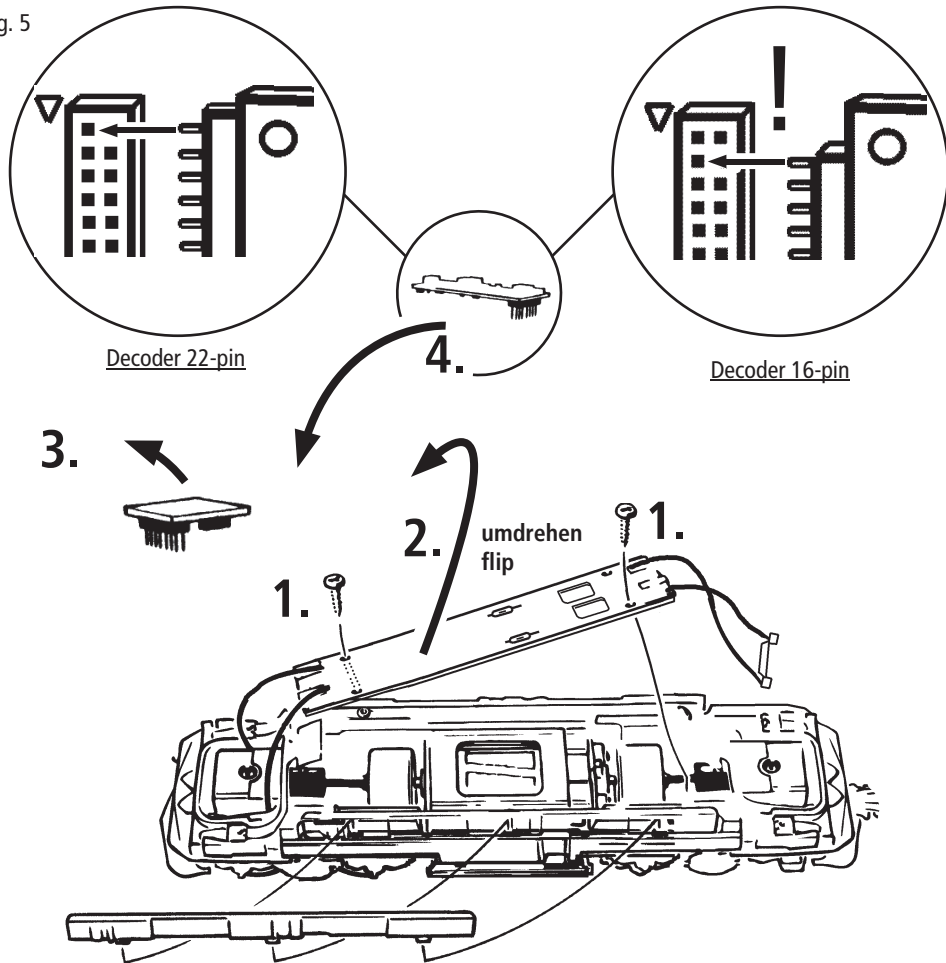
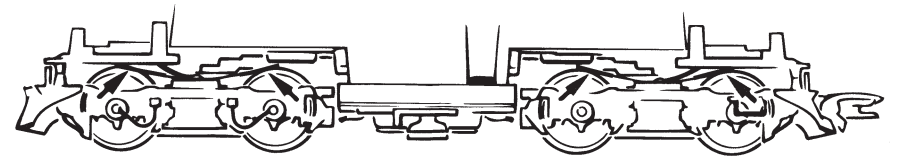
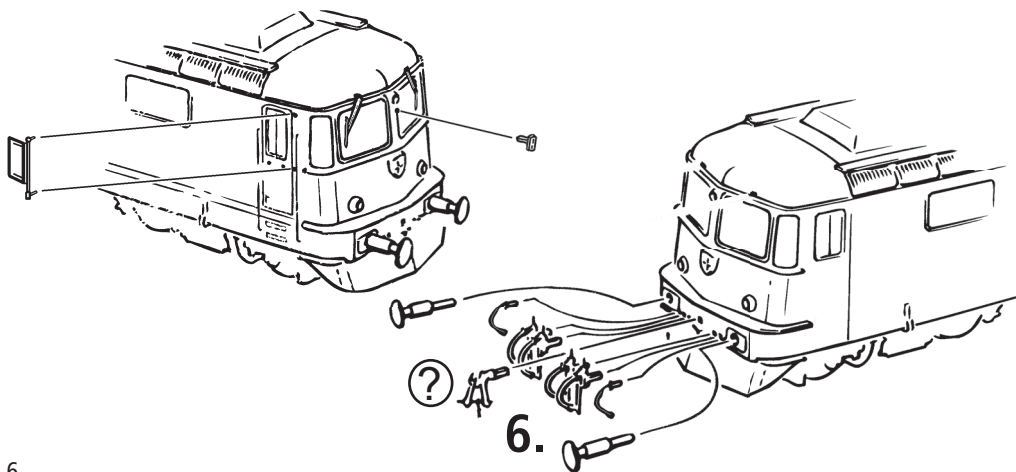

Fig. 6
Fig. 8
Fig. 3
2. Schmierung: Versehen Sie die im Schmierplan in Fig. 6 gekennzeichneten Stellen mit nur **kleinen Öltropfen**. Dazu zuerst das Lokgehäuse abnehmen (Fig. 3). Wir empfehlen den **ROCO Öler Art.-Nr. 10906**. Fürs Schmieren der Getriebeteile (Zahnräder, Schnecke) empfehlen wir das **ROCO-Spezialfett Art.-Nr. 10905**. Im Falle der Schmierung diese Teile **nicht ölen**.
Mehrzugbetrieb: Zuerst Lokgehäuse abnehmen (Fig. 3). Danach den Brückenstecker aus der Schnittstelle entfernen (diesen sorgsam aufbewahren). Danach den Stecker des Steuerbausteins lagerichtig einsetzen (siehe Fig. 5).
4. Kohlebürstenwechsel: Lokgehäuse abnehmen (Fig. 3). Danach wird der Motor ausgebaut und die Kohlebürsten ausgewechselt (Fig. 8).
2. Lubrication: Apply **tiny oil drops** to spots marked in fig. 6. Prior to lubrication dismantle locomotive (fig. 3). We recommend using item no. **10906, Roco oiler**. For lubrication the gearparts (e.g. cogwheels, worm) we should recommend our Roco **special grease** (item no. **10905**).
4. Carbon Brush Changing: First remove loco body (fig. 3), and then the motor (fig. 8).
2. Graissage: N'appliquez **qu'une toute petite goutte** aux endroits indiqués par le plan de graissage (fig. 6) après avoir démonté la caisse de la locomotive (fig. 3). Nous vous recommandons **le graisseur à huile Roco réf. 10906**. Pour graisser les engrenages (roues dentées, vis sans fin) nous vous conseillons la **graisse spéciale Roco réf. 10905** pour engrenages en matières synthétiques. Lorsque vous utilisez cette graisse il faut éviter d'huiler ces composants.
4. Remplacement des balais du moteur: Dé- montez la caisse (voir fig. 3). Démontez ensuite le moteur et échangez le balais (fig. 8).